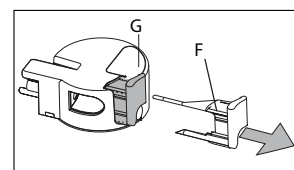

Fig. 47
- ▶ Scoateți regulatorul pentru spuma de lapte (F) tragându-l spre exterior.
- ▶ Spălați foarte bine toate componentele cu apă fierbinte și cu detergent lichid delicat. Verificați să nu existe reziduuri de lapte rămase în orificiile (Fig. 46) și în canelura de pe capătul fin al regulatorului pentru spuma de lapte (Fig. 47).